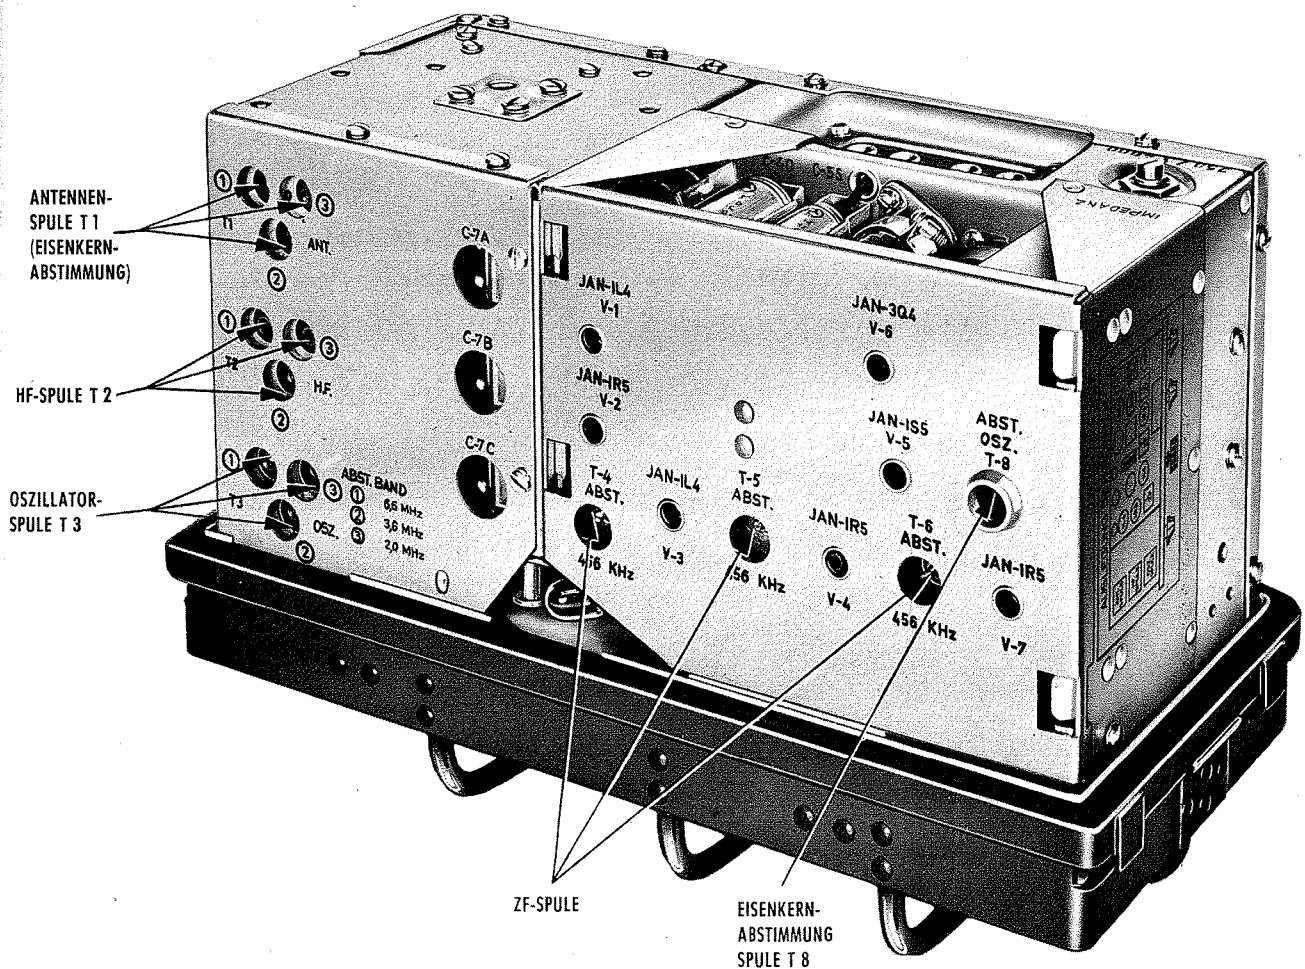

Bild 115 Empfänger mit Abstimpunkten, Draufsicht
6.4.3 Abstimmung der Zwischenfrequenz (Bild 115 und 116)